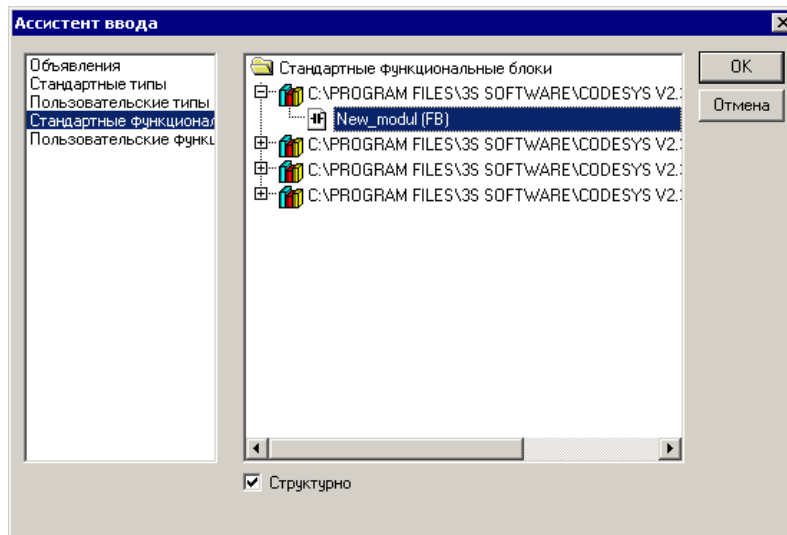

Рисунок 4.11 – Окно «Ассистент ввода»
- 7) После этого новый функциональный блок отобразится в перечне доступных стандартных функциональных блоков окна «Ассистент ввода» и может быть добавлен в текущий проект аналогично тому, как это выполняется для функциональных блоков из состава поставляемых библиотек (см. раздел 4.2.4), см. рисунок 4.11.